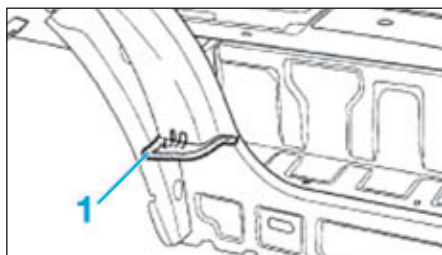

FIG.20
- Obturer les trous de l'insert gonflant (1) en découpant un morceau de plaque insonorisante (référence 77 01 423 546) (Fig.20).